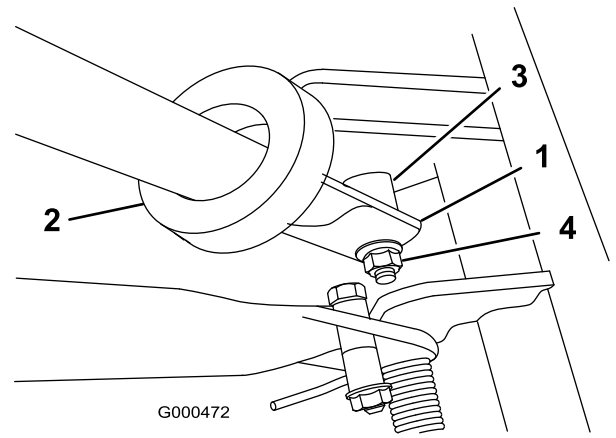

Figure 9
- Poussez les extrémités du guidon vers l'intérieur et engagez-les sur l'épaulement de l'axe de pivot (Figure 9).
- Fixez le guidon à la vis et à l'axe de pivot avec le contre-écrou à embase (Figure 9).
- Introduisez les extrémités du guidon dans les fentes des bras de support (Figure 9).